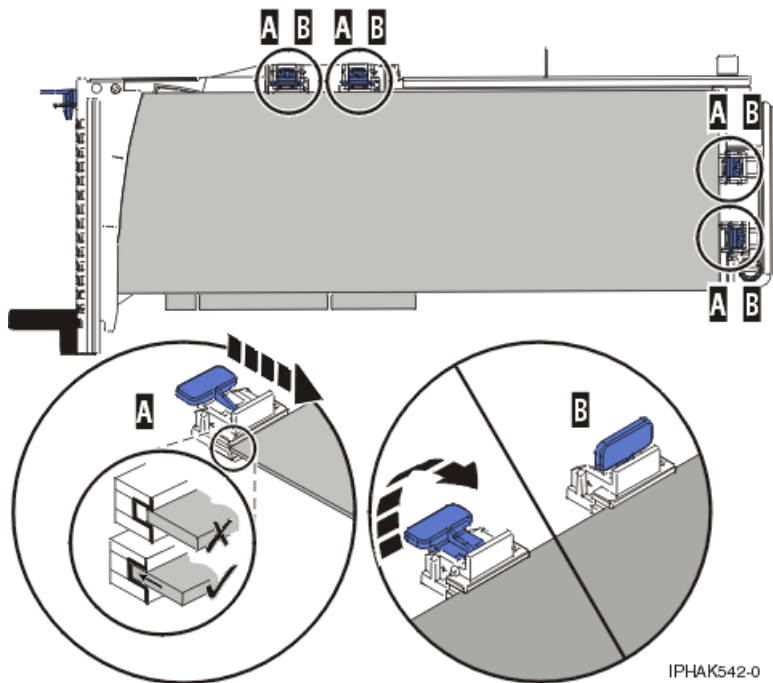

図 53. 所定位置に保持具およびスタビライザーが付いた PCI アダプター・カセット内の Long PCI アダプター
- 3) 保持具 (B) をセットして、ロックする。図 53を参照してください。